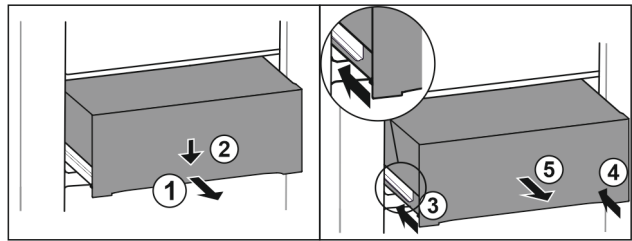

Fig. 129
- ▶ Изтеглете чекмеджето наполовина. Fig. 129 (1)
- ▶ Натиснете надолу чекмеджето от предната страна. Fig. 129 (2)
- ▶ Вкарайте лявата релса приблизително 2 cm навътре. Fig. 129 (3)
- ▶ Вкарайте дясната релса приблизително 2 cm навътре. Fig. 129 (4)
- ▶ Извадете чекмеджето напред. Fig. 129 (5)